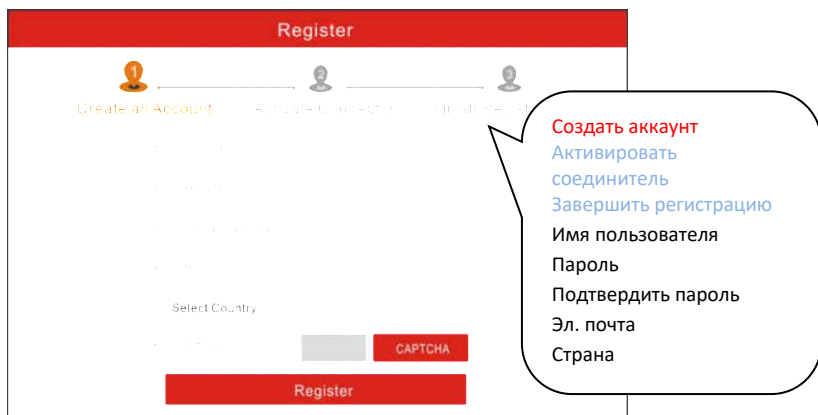

Рис. 4-3
A. Если вы являетесь новым пользователем, нажмите «New Registration» (новая регистрация). См. рис. 4-3.
На рис. 4-3 заполните каждое поле формы (пункты с * должны быть обязательно заполнены). После ввода данных нажмите «Register» (зарегистрировать), отображается следующее окно: